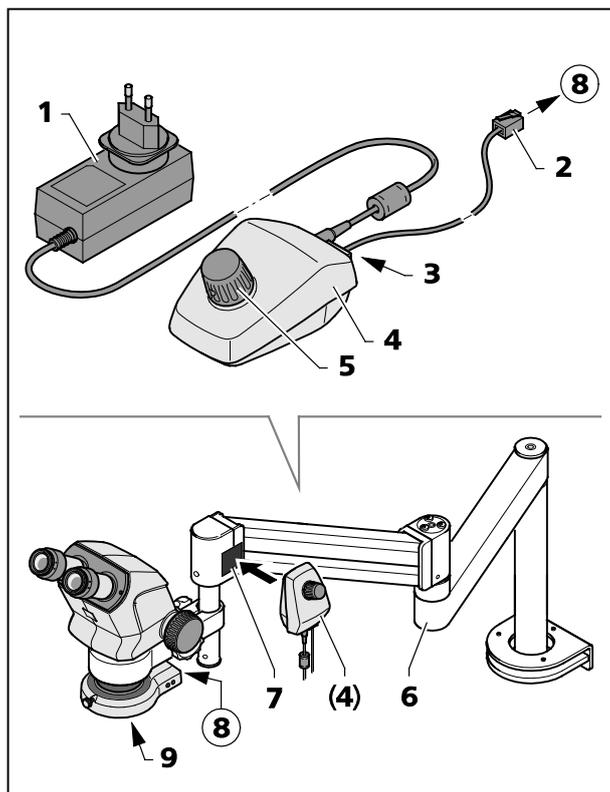

図 18 コントローラー K LED
コントローラー K (図 18/4) は、ブームスタンド B または U、あるいはその他のスタンドと一緒に使用する際のリングライトの制御に使用します。
- フロントレンズシステム (図 18/7) を顕微鏡本体に取り付けます。
- バグネットプレート (図 18/7) の接着側をスイングアームスタンドに固定します。
- 同梱の接続ケーブル (1 m) (図 18/2) をリングライトのソケット (図 18/8) とコントローラー K 背面のソケット (図 18/3) に差し込みます。
- コントローラー K (図 18/4) をマグネットプレート (図 18/7) にセットします。
- 電源装置 (図 18/1) を使用して、コントローラー K を電源に接続します。
- スイングアームスタンド (図 18/6) を使いやすい位置に調整します。
- コントローラー K の回転ボタン (図 18/5) を押すとリングライトがオンになり、回転ボタンを回して強度を調整します。